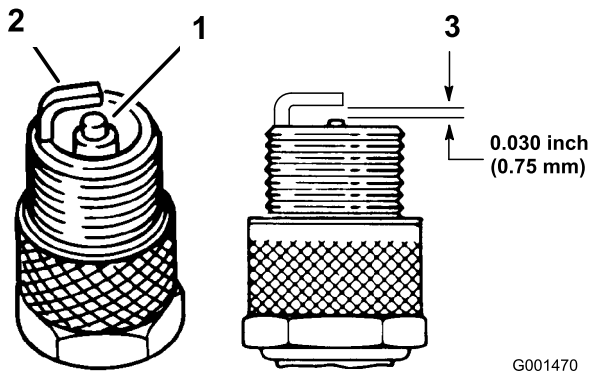

Figure 35
- Contrôlez l'écartement entre l'électrode centrale et l'électrode latérale (Figure 35). Courbez l'électrode latérale (Figure 35) si l'écartement est incorrect.
- Connectez les bougies (Figure 35).
- Examinez le centre des bougies (Figure 35). Si le bec de l'isolateur est recouvert d'un léger dépôt gris ou brun, le moteur fonctionne correctement. S'il est couvert d'un dépôt noir, c'est généralement signe que le filtre à air est encrassé.